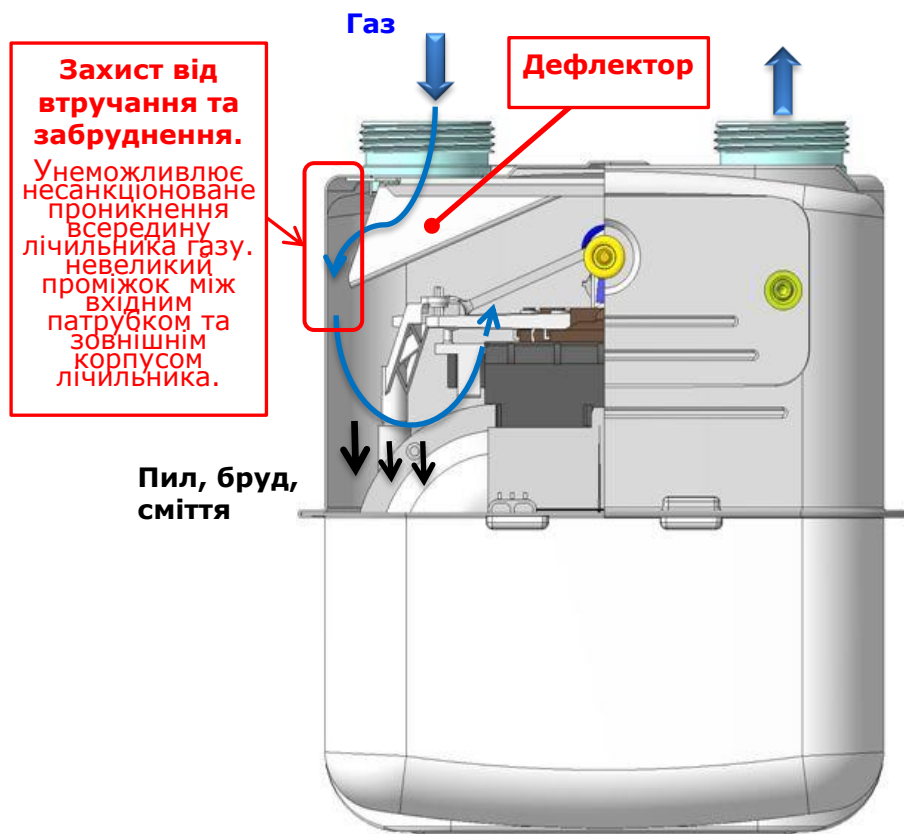

Рис. 9 Виконання лічильника газу з дефлектором
Для захисту від несанкціонованого втручання в роботу лічильника газу методом проникнення усередину лічильника через вхідний патрубок (приклеювання магнітних матеріалів на клапани або інших дій по зміні конструкції лічильника газу) та захисту від забруднення робочих поверхонь клапанів і гнізда клапана (золотникової пари) брудом, пилом та іншими домішками, які поступають у лічильник разом із природним газом, підприємство виготовляє та постачає лічильники модель RS/2001-2(P) типорозмірів: G1,6 G2,5 G4 (рис.1) з установленим на вхідному патрубку усередині лічильника дефлектором (рис.9).